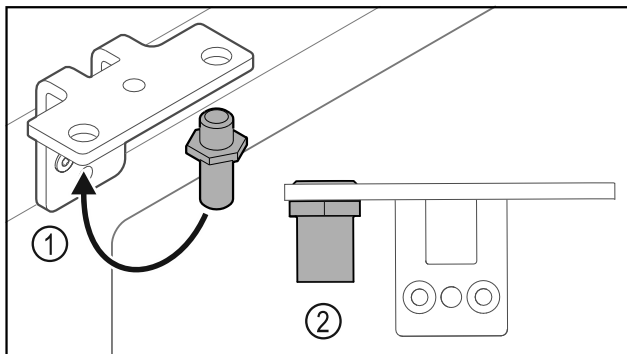

Fig. 27
- Premiestnite čap Fig. 27 (1) v uholníku závesu.
- Uťahnite čap Fig. 27 (2) **uťahovacím momentom 12 Nm**.